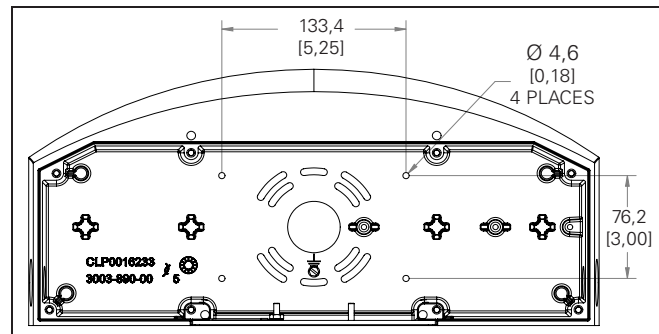

Figure 14.
3. Fixez le boîtier arrière au mur à l'aide des quatre (4) boulons de 4,76 mm (3/16 po) (par un autre). Utilisez le type de boulon approprié pour le matériau du mur. (Figure 14)